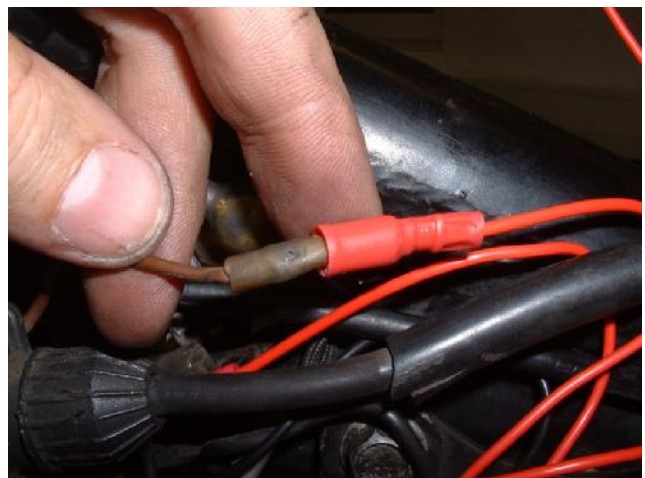

Bild 14
2. Das freie braune Kabel in die Buchse des roten Kabels von der Steuerbox einstecken (Bild 14).